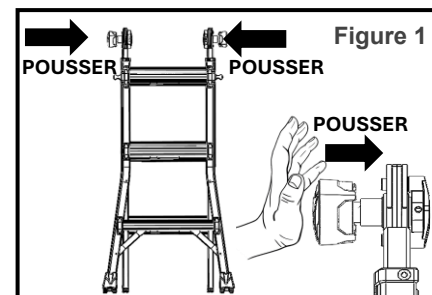

Figure 1
- Appuyez sur les deux boutons de paume vers le centre de l'échelle jusqu'à ce que chaque mécanisme de verrouillage se désengage (figure 1).
- Pour régler la position de l'échelle, déverrouillez d'abord les deux charnières en appuyant sur les boutons de paume (figure 1).